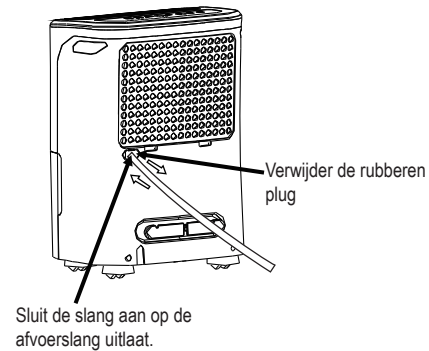

Fig.7
- Verwijder de rubberen plug van de afvoerslang uitlaat aan de achterkant. Bevestig een afvoerslang (ID=13,5 mm) en voer deze naar het afvoerputje of een geschikte afvoerfaciliteit (zie Fig.7).